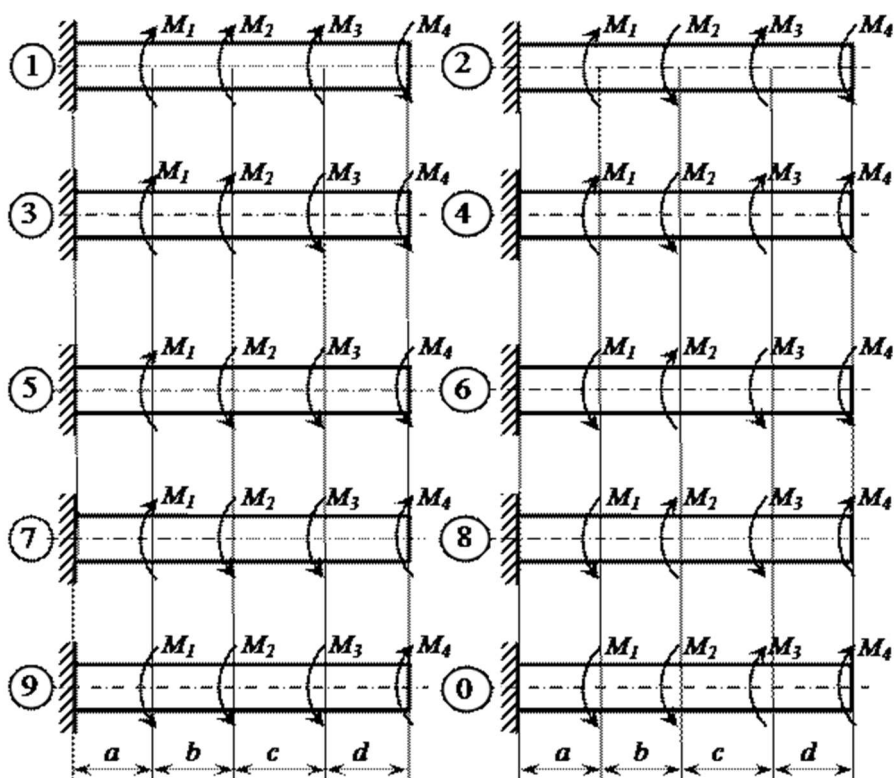

Рисунок 37
1. Жестко защемленный одним концом стальной стержень (модуль сдвига  $G = 0,8 \cdot 10^4$  кН/см2) круглого поперечного сечения скручивается четырьмя моментами  $M_i$  (рис. 37).